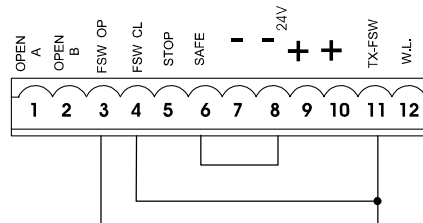

Fig. 26
**N.B. Als er geen veiligheidsvoorzieningen worden gebruikt, moeten de klemmen worden overbrugd zoals op fig. 26.**
**Notabene: als er geen veiligheidsvoorzieningen bij opening worden aangesloten, moet een brug worden aangebracht tussen de klemmen FSW OP en -TX FSW (fig. 26).**
**Nota bene: als er geen veiligheidsvoorzieningen bij sluiting worden aangesloten, moet een brug worden gemaakt tussen de klemmen FSW CL en -TX FSW (fig. 26).**
**Nota bene: als er geen veiligheidsvoorzieningen "veiligheidslijst" worden aangesloten, moet een brug worden gemaakt tussen de klemmen SAFE en - (fig. 26).**